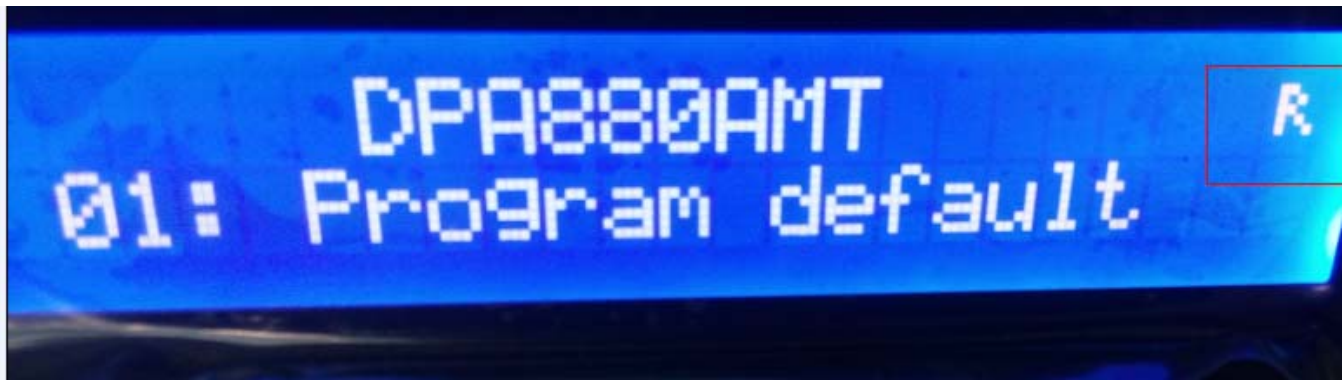

图 3
1、测试前机器须调到 RS485 ID=01 模式，退出菜单后查收显示屏右上角有个“R”图标；如图 3；